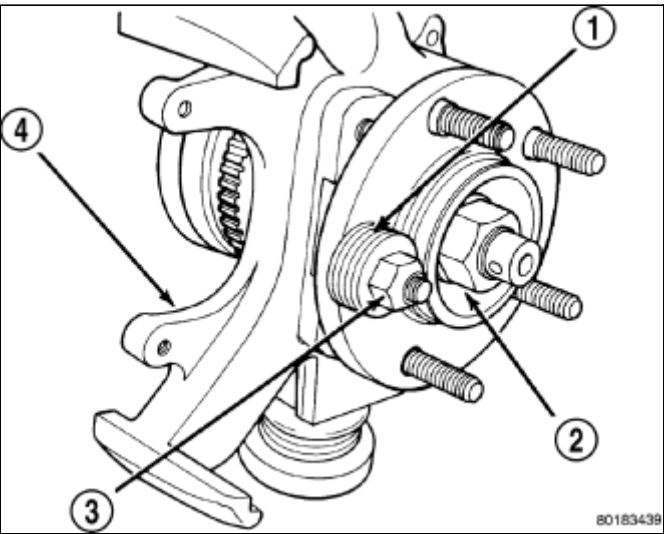

图 1 在轮毂和轴承中安装车轮双头螺栓
1. 从后部，将更换的车轮螺柱安装进轮毂和轴承。 在车轮螺柱上安装垫圈，然后将一个标准类型车轮安装（四方）螺母安装到螺柱上，使四方螺母的平面侧朝向垫圈，如图所示(图 1)。